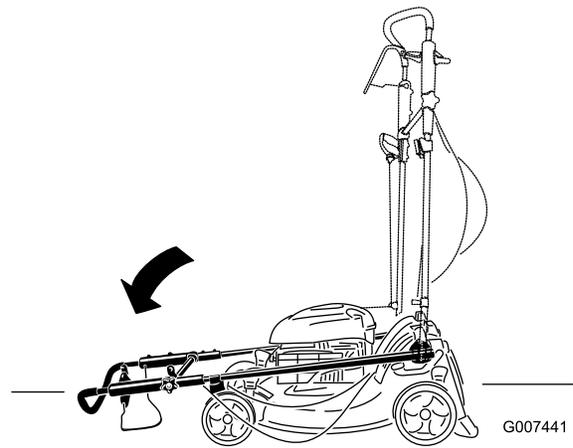

Figura 49
2. Spostate completamente avanti la stegola e allentate la manopola della sua sezione superiore (Figura 49).